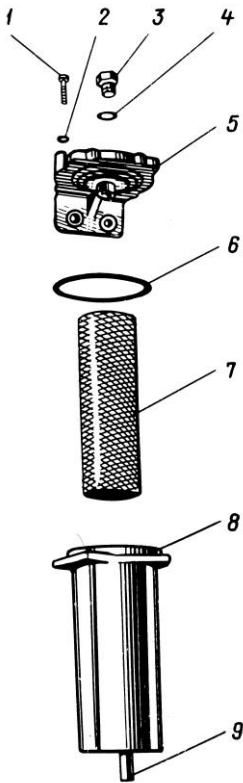

Рис. 22. Фильтр
1. Отвернуть на 3-4 оборота пробку 3 на крышке фильтра (рис. 22), отвернуть сливную пробку 9 и слить топливо из колпака фильтра.